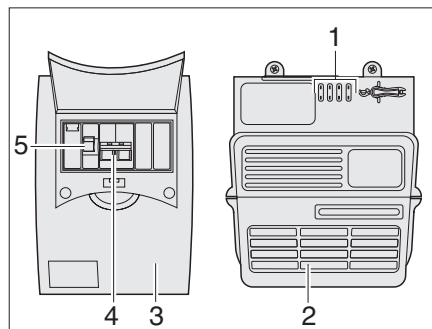

Bild 87 Netzgerät und Sicherungsa-
Der 230-V-Sicherungskasten (Bild 87,3) ist neben dem Netzgerät (Bild 87,2) montiert.
Im Sicherungskasten (Bild 87) befindet sich die Hauptsicherung (Bild 87,4) und ein Fehlerstromschutzschalter (Bild 87,5).
Der Fehlerstromschutzschalter (Bild 87,5) misst den Stromfluss von der Strom Hin- und Rückleitung. Besteht zwischen beiden Leitungen ein Gleichgewicht, wird der Fehlerstromschutzschalter nicht aktiv. Kommt es zu einer Differenz zwischen den Leitungen, unterbricht der Schalter den Stromfluss sofort. Dadurch verhindert er gefährliche Stromunfälle.
- Hauptschalter (Bild 87,4) nach oben auf Stellung "ON" drücken.
- Fehlerstromschutzschalter (Bild 87,5) nach oben auf Stellung "ON" drücken.